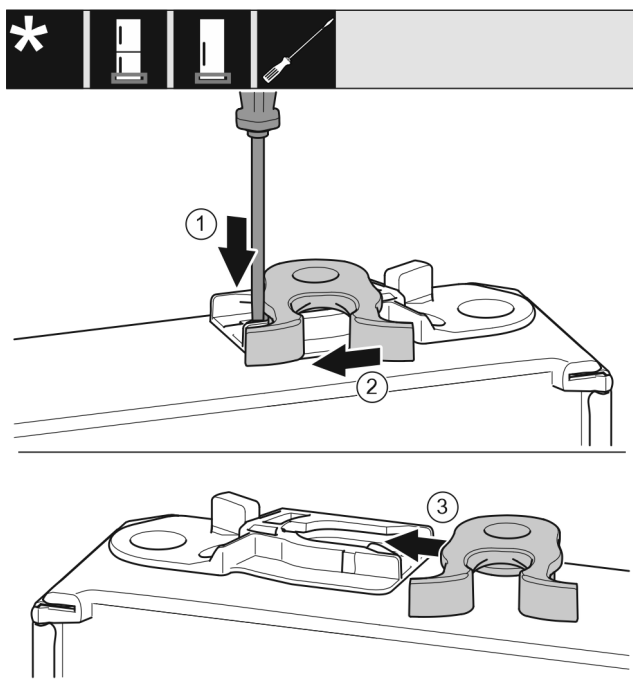

Fig. 27
- ▶ Apăsați în jos eclisa cu șurubelnița plată. Fig. 27 (1)
- ▶ Trageți cârligul de închidere din ghidaj. Fig. 27 (2)
- ▶ Împingeți pe partea opusă cârligul de închidere în ghidaj. Fig. 27 (3)